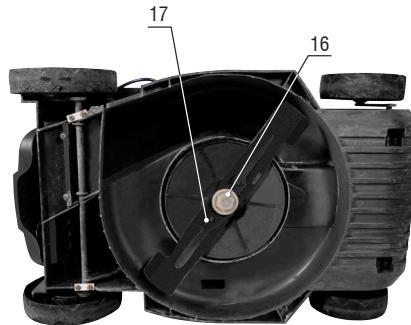

Figura 15 – Substitución de la lámina de corte.
- a) Suelte el perno de fijación de la lámina (16);
- b) Retire la lámina (17), y sustitúyala (figura.15).